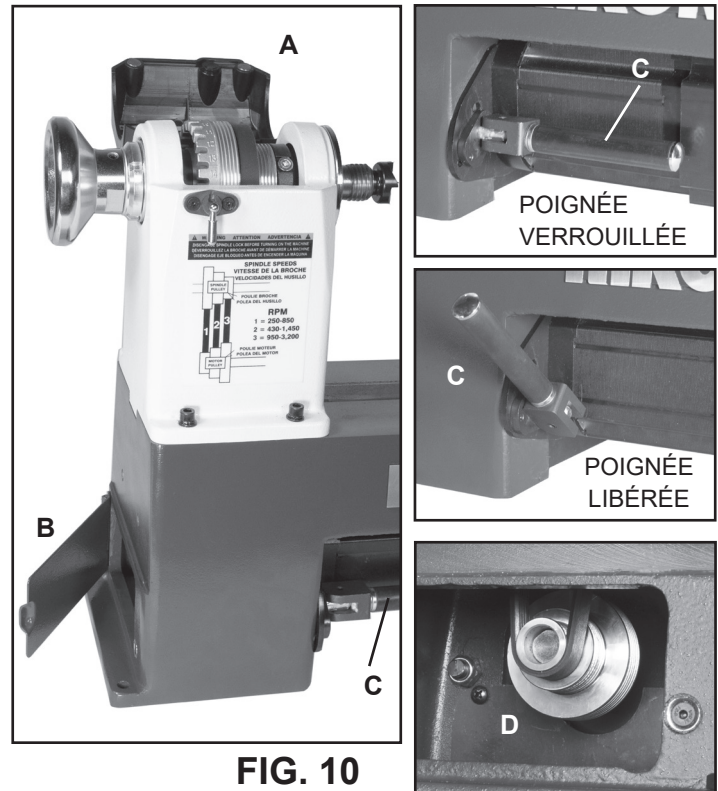
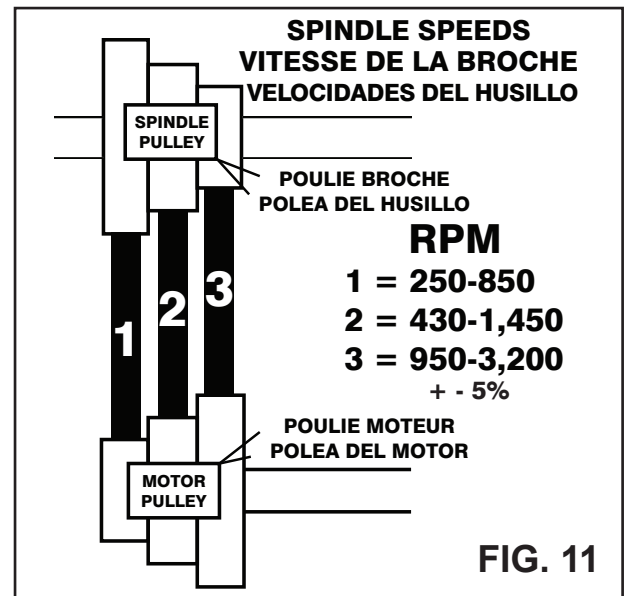

FIG. 10
FIG. 11
- Ouvrez le capot de la poupée fixe (#14BA, FIG. 10, A) et la porte d'accès sur le côté gauche (#4A, B) pour accéder à la courroie et aux poulies à l'intérieur de la poupée fixe.
- Tirez la poignée vers l'avant pour dégager. FIG. 10, C.
- Modifiez la position de la courroie sur les 2 poulies. La courroie Poly-V (#38B) peut maintenant être repositionnée sur la poulie de la broche (#7B) et celle du moteur (#24A, FIG. 10, D) pour la plage de vitesses désirée. La Fig. 11 illustre la position pour chacune des 3 vitesses.